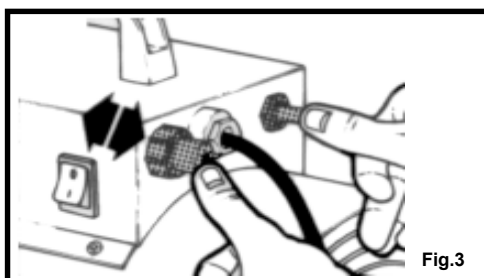

Fig.3
3. Håll in tändsäkringsknappen (gastillförsel) och tryck upprepade gånger på piezo-tändaren (se fig. 3).